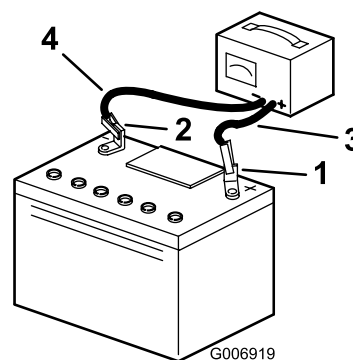

Figure 26
5. Débranchez les câbles du chargeur des bornes de la batterie (Figure 26).